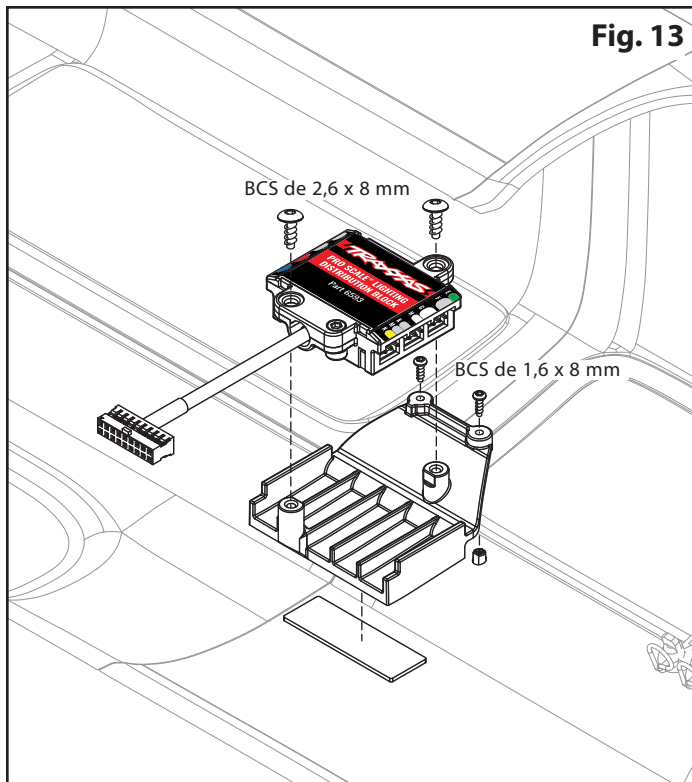

Fig. 13
3. Retirez les vis à tête ronde (2) de 1,6 x 5 mm du support de la poignée de porte (G) du côté conducteur (côté gauche). Retirez le support.
4. Détachez la pellicule de protection du ruban adhésif en mousse inclus et fixez-le à la surface plate à l'arrière du support du répartiteur (Fig. 13). *Ne retirez pas la pellicule de l'autre côté du ruban à cet instant.*
5. Installez le support du répartiteur et fixez-le avec les vis à tête ronde de 1,6 x 5 mm (2) comme indiqué à la Fig. 13.
7. Utilisez les vis à tête ronde 2,6 x 8 mm fournies pour fixer le répartiteur sur le support (Fig. 13).